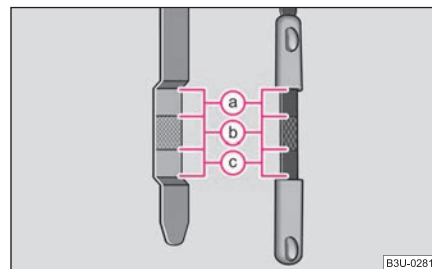

Abb. 175 Ölmesstab
- Ziehen Sie den Ölmesstab anschließend wieder heraus und lesen Sie den Ölstand ab ⇒ Seite 189, Abb. 175.
Der Ölstand darf keinesfalls oberhalb des Bereichs **a** ⇒ Seite 189, Abb. 175 liegen. Anderenfalls wird Öl über die Kurbelgehäuseentlüftung angesaugt und kann durch die Abgasanlage in die Atmosphäre gelangen. Das Öl kann im Katalysator verbrennen und diesen beschädigen. ■